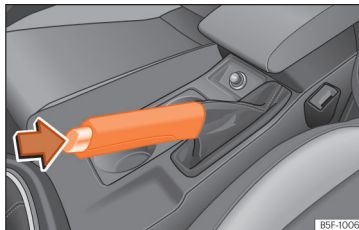

Abb. 286 Handbremse zwischen den Vordersitzen.
- Ziehen Sie den Hebel der Handbremse nach oben »» **Abb. 286**.
- Ziehen Sie den Hebel etwas nach oben, drücken Sie die Entriegelungstaste in Pfeilrichtung »» **Abb. 286** und führen Sie den Handbremshebel ganz nach unten »» .